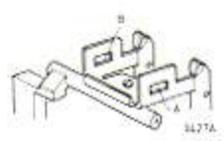

Fig. 13
H. EINSTELLUNG DER SICHERUNG DER TASTEN (Fig. 13)